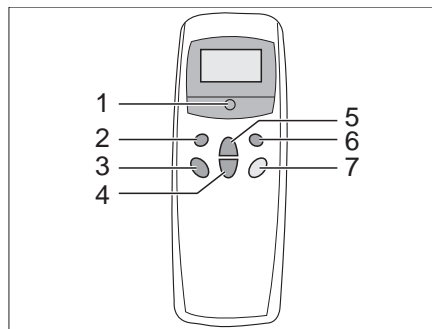

Bild 204 Fernbedienung
Die Klimaanlage ist auf dem Dach des Fahrzeugs angebracht. Die Fernbedienung (Bild 204) für die Klimaanlage befindet sich im Küchenbereich.
- Zum Einschalten die Taste (Bild 204,5) auf der Fernbedienung drücken.
- Die gewünschte Betriebsart mit der Taste (Bild 204,1) einstellen.
- Bei Bedarf mit den Tasten (Bild 204,3 und 4) die gewünschte Gebläseleistung und Raumtemperatur einstellen.
- Zum Ausschalten die Taste (Bild 204,5) auf der Fernbedienung erneut drücken.